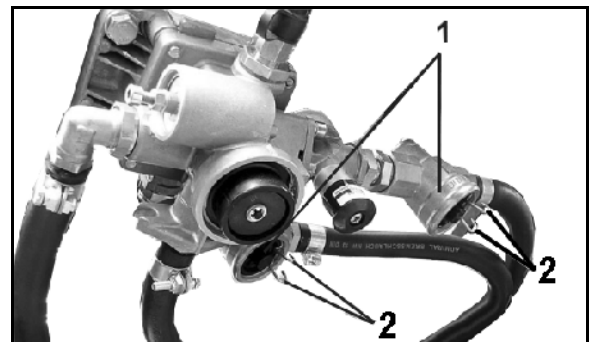

Fig. 83
To ledningsfiltre (Fig. 83/1) rengøres for hver 3 måneder (ofte ved vanskelige indsatsbetingelser). Det gøres på følgende måde:
1. Tryk de to lasker (Fig. 83/2) sammen, og tag lukkestykket med O-ring, trykfeder og filterindsats ud.